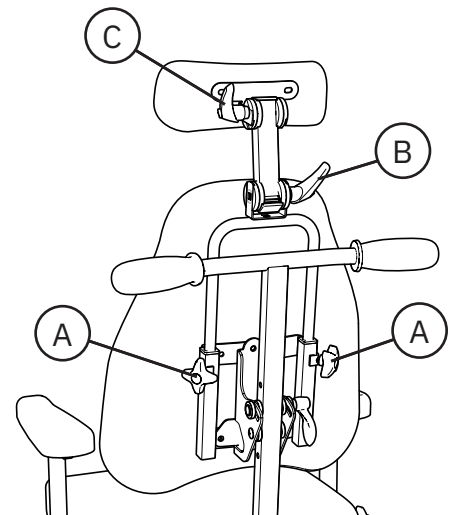

Abb. 5.10. Kopfstütze
Die Kopfstütze ist in der Höhe (A), Tiefe (B) und Neigung (C) verstellbar, siehe Abbildung 5.10.